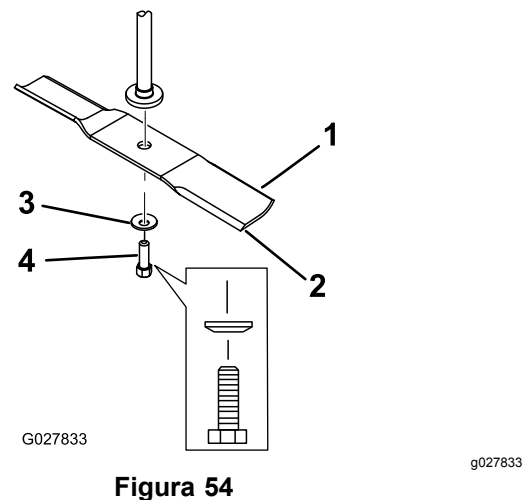

Figura 54
2. Retire el perno de la cuchilla, la arandela curva y la cuchilla del eje (Figura 54).
1. Instale la cuchilla en el eje (Figura 54).
2. Instale la arandela curva (con la copa hacia la cuchilla) y el perno de la cuchilla (Figura 54).